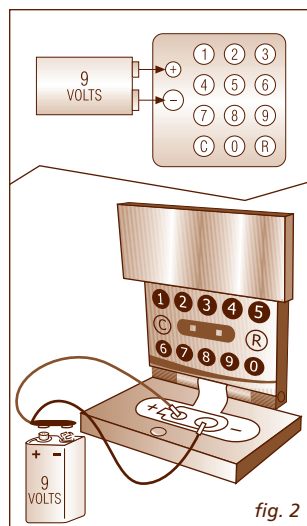

fig. 2
1. Poser la pile de 9 Volts 6LR61 (voir Fig. 2) en respectant la polarité.